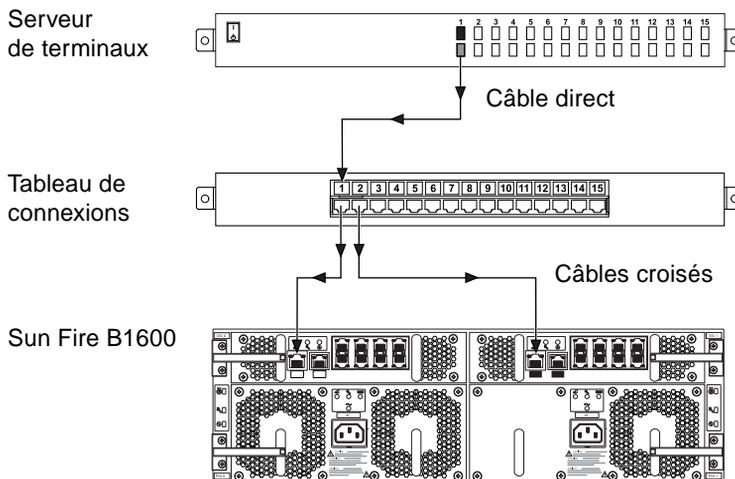

FIGURE 6-2 Connexions du tableau de connexions à un serveur de terminaux
- connecter un câble croisé à un tableau de connexions, puis utiliser un câble direct pour relier ce tableau au châssis Sun Fire B1600 pour serveurs Blade (voir FIGURE 6-2).